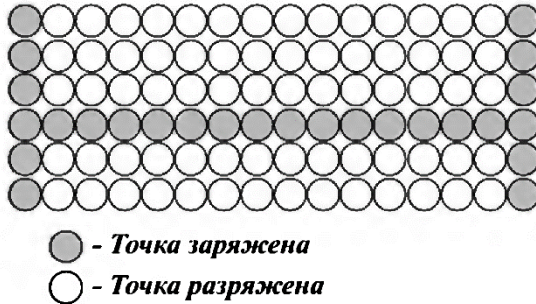

Рис. 48. Изображение знака «Н» на поверхности барабана
3) Этап экспонирования заключается в образовании скрытого изображения на фотопроводящем слое барабана. При попадании света на фотопроводящий слой происходит разряд носителей заряда. Причем светодиодная печатающая головка освещает целую строку на поверхности барабана. Барабан вращается вокруг своей оси, и на его поверхности путем управления через драйверные системы включением/выключением светодиодов формируется точечный образ соответствующего знака (рис. 48).